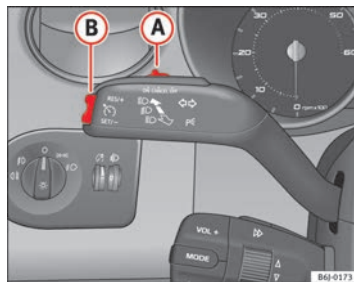

Fig. 122 Palanca de intermitentes y de luz de carretera: mando y tecla basculante para el regulador de velocidad
- Presione la parte superior de la tecla basculante **RES** ⇒ fig. 122 **(A)** para aumentar la velocidad. El vehículo acelerará mientras mantenga la tecla presionada. Al soltar la tecla quedará memorizada la nueva velocidad.
Si se reduce la velocidad programada pisando el pedal del freno, se desactiva el regulador de velocidad. Si quiere activar de nuevo el regulador, bastará con presionar una vez la parte superior de la tecla basculante **RES+** ⇒ fig. 122 **B**.